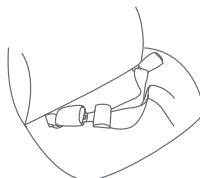

Fig. 42-2
5. Abroche el cinturón de seguridad con cuidado para asegurarse de que no esté torcido y que esté bien sujeto en la hebilla apropiada en lugar de la hebilla adyacente (Fig. 42-2).